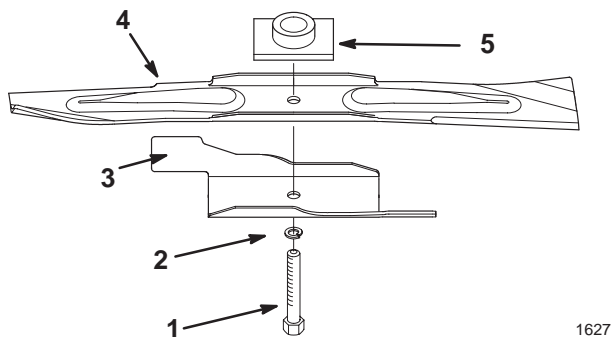

Abbildung 21
Das Ende des Schnittmessers mit einem Lappen oder einem dick gepolsterten Handschuh fassen. Schnittmesserschraube, Sicherungsscheibe, Beschleuniger und Schnittmesser entfernen (Abb. 21).
1. Das Schnittmesser auf Spindel und Schnittemermitnehmer anbringen, wobei die gebogenen Messerspitzen zum Rasenmäherdeck zeigen und der Messermitnehmer in der Aussparung des Messers liegt (Abb. 21).
2. Beschleuniger, Sicherungsscheibe und Schnittmesserschraube anbringen (Abb. 21).